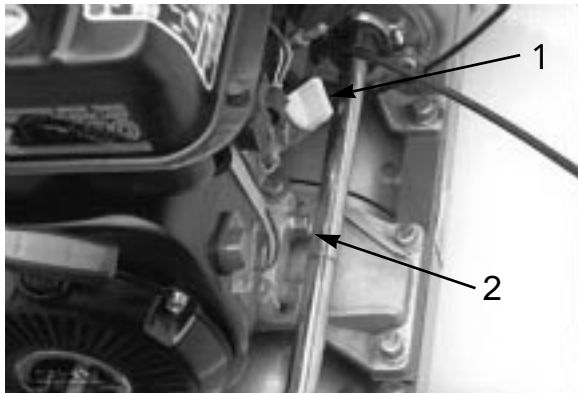

図 29
2. ゲージ周囲をきれいに拭く (図29)。
2. ドレン・プラグの下に廃油受けを置く (図29)。